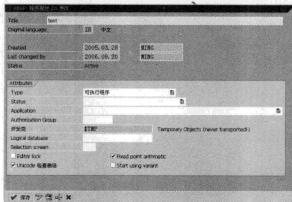

图4-42 “ABAP程序属性更改”界面
STEP 4 回到“程序编辑器”界面,在“子对象”中选择“属性”选项,然后单击“ 修改”按钮,在弹出的“ABAP程序属性更改”界面中可以定义程序的属性。例如,可以在“Title”栏中增加程序描述;在“Type”栏中选择程序的属性,利用ABAP开发的程序一般可选择“可执行程序”;在“Status”栏中可选择“SAP标准程序”、“用户生成程序”、“系统程序”或“测试程序”,如图4-42所示。